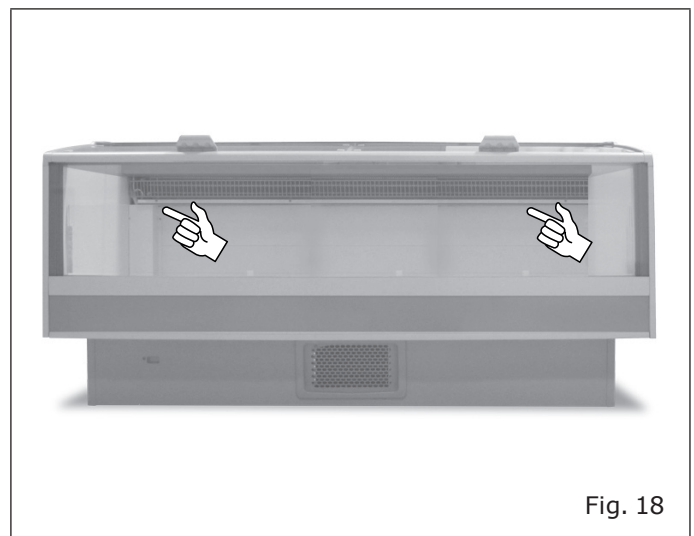

Fig. 18
- La marchandise ne dépasse pas la limite de charge ("Fig. 18").